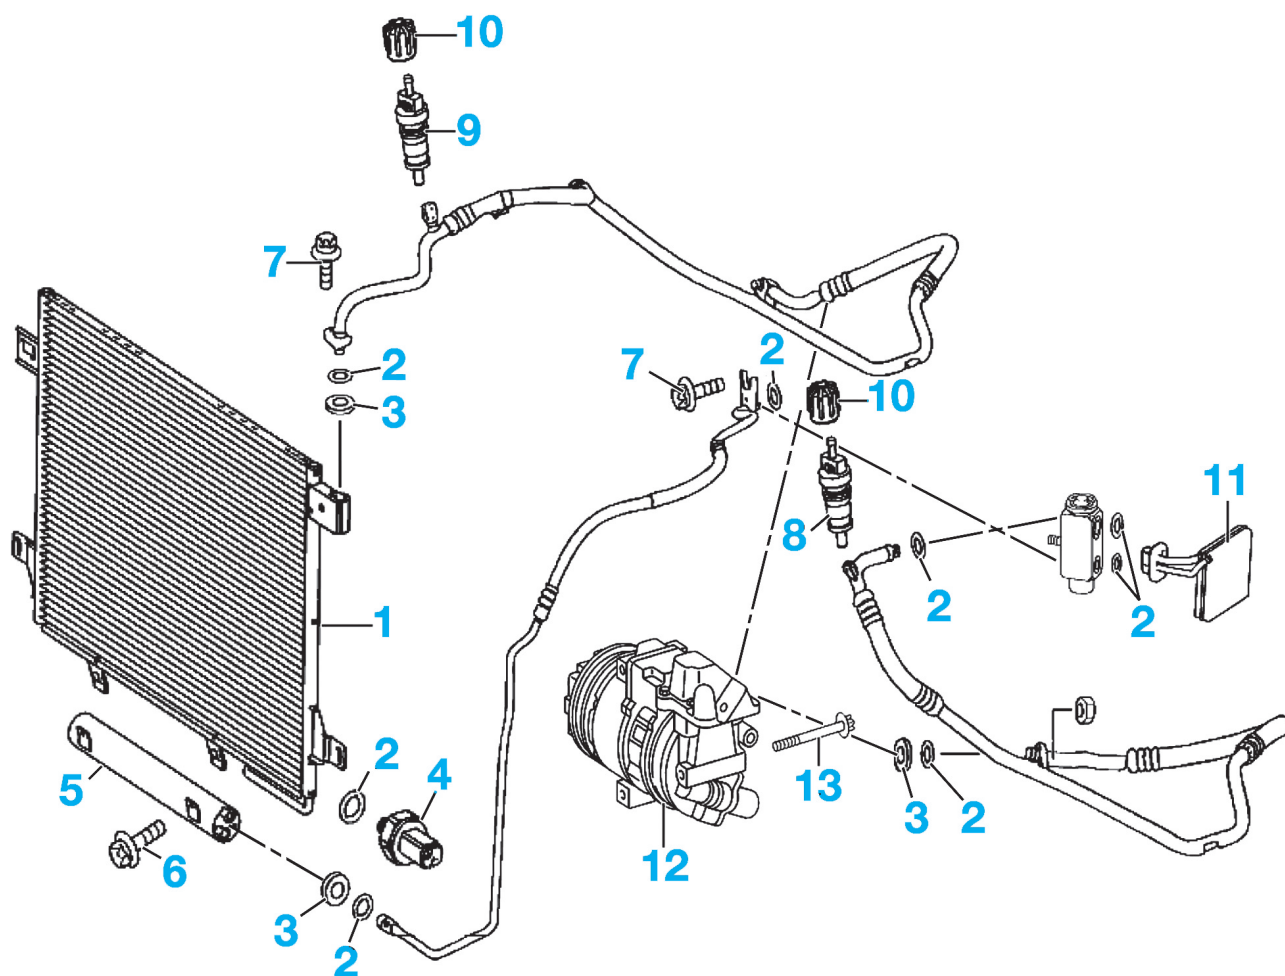

FIG. 46
- Débrancher le connecteur (1) (Fig.46).